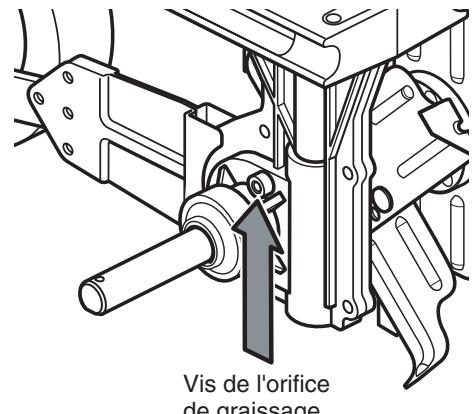

Figure 14 - Vis de l'orifice de graissage
- Localiser la vis de l'orifice de graissage situé au-dessus de l'axe des dents sur le côté droit de la transmission (voir la figure 14).